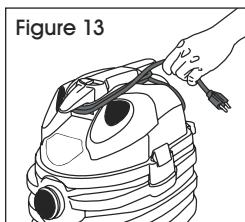

Figure 13
- Le cordon d'alimentation peut être enroulé autour des enrouleurs à cordon situés sur le dessus du couvercle du réservoir devant et derrière la poignée. (Voir Figure 13)